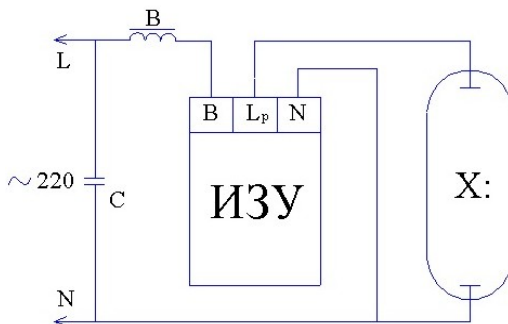

Рис. 3. Схема электрических соединений компенсированная.
6.3 Присоедините сетевые провода к зажимам согласно схемы (рис.3) и присоедините провод заземления к винту заземления.